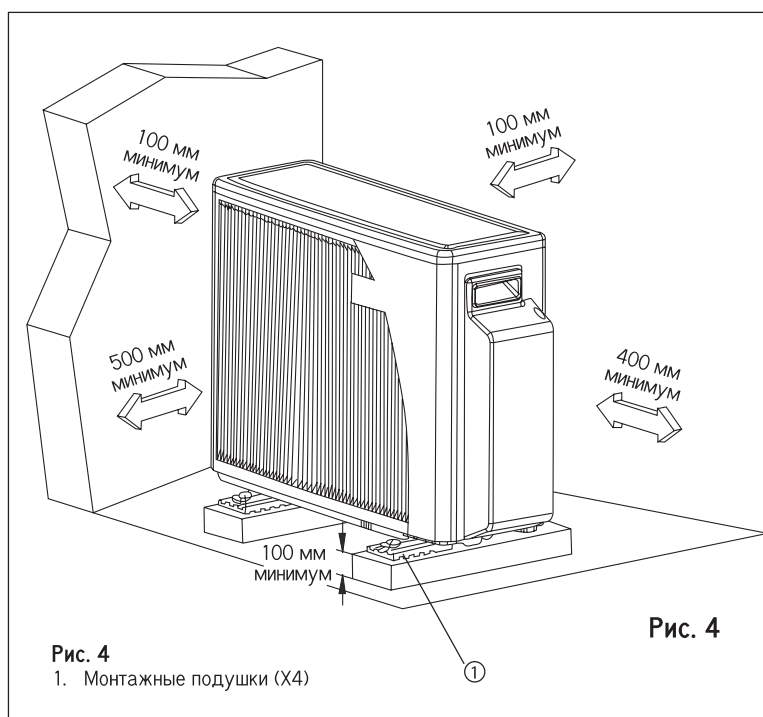

Рис. 4
1. Местоположение должно гарантировать отсутствие затруднений при обслуживании и обеспечивать хорошую циркуляцию воздуха, как показано на рис. 4.